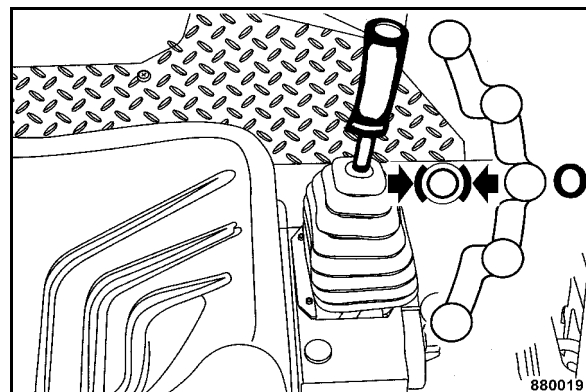

Fig. 66
- Ramener lentement le levier de commande de marche (Fig. 66) sur position "0".